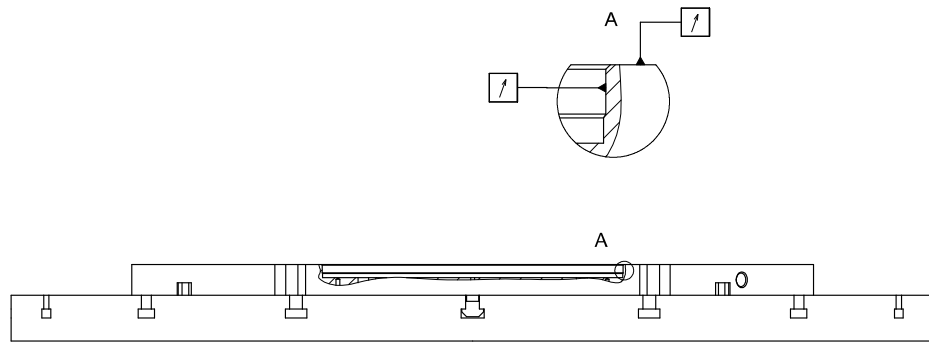

Fig. 3-3: Controllo dell'oscillazione radiale e assiale della piastra di base
Passo 8 Controllare l'oscillazione assiale e radiale della piastra di base. Sono ammessi 0,05 mm. La misurazione avviene nel bordo di centraggio della piastra di base e sulla superficie piana attorno al bordo di centraggio (vedi Fig. 3-3).
Passo 9 Guidare il mandrino di serraggio pulito (4) (agganciato ai golfari) con l'ausilio del mezzo di sollevamento con cautela e lentamente al di sopra della piastra di base (7).
Passo 10 Abbassare il mandrino di serraggio (4) sulla piastra di base (7). Il mandrino di serraggio (4) viene allineato con il suo bordo di centraggio e una chiocciola calibrata (6).
Passo 11 Avvitare in modo alternato la piastra di base (7) e il mandrino di serraggio (4) con le viti di fissaggio esterne (2) usando una chiave dinamometrica.